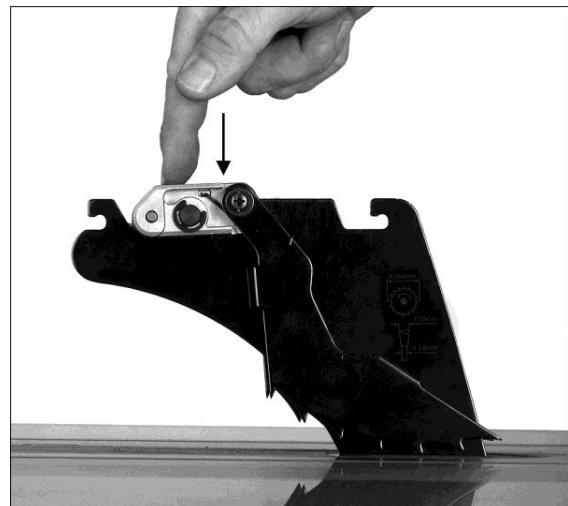

Рис. 5-11
2. Поверните головку и нажмите на нее (Рис. 5-11) до щелчка. Щелчок означает, что узел противоударного фиксатора надежно закреплен.